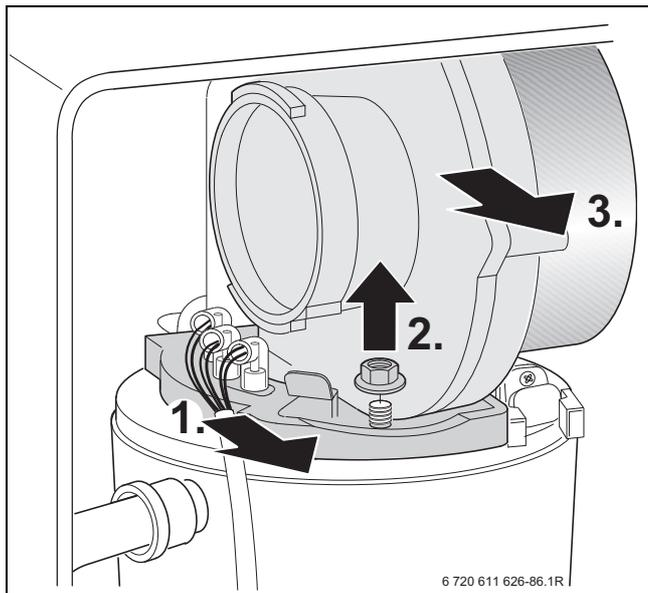

Fig. 54
- ▶ Estrarre il cavo degli elettrodi di accensione e di controllo (→ fig. 54).